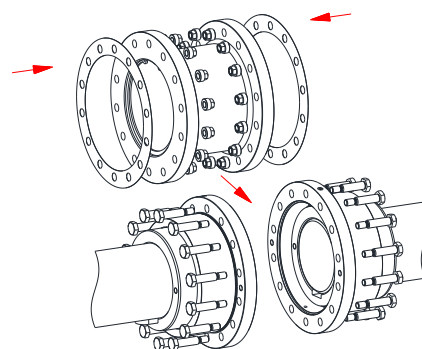

Fig. 30
- Pour version FH uniquement : Insérer l'entretoise (composant 13) entre les deux manchons et aligner les perçages avec ceux des moyeux (voir fig. 30).